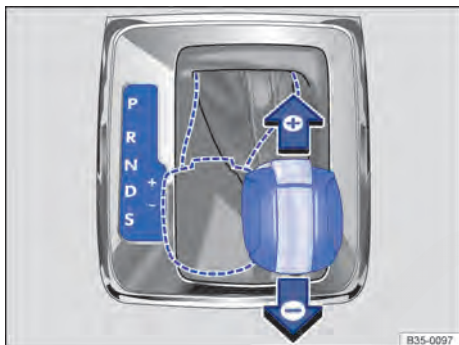

Fig. 149 Alavanca seletora na posição Tiptronic (veículos com direção à esquerda). Veículos com direção à direita são espelhados.
- Mover a alavanca seletora para frente (+) ou para trás (-) para aumentar ou diminuir a marcha ⇒ **Fig. 149**.